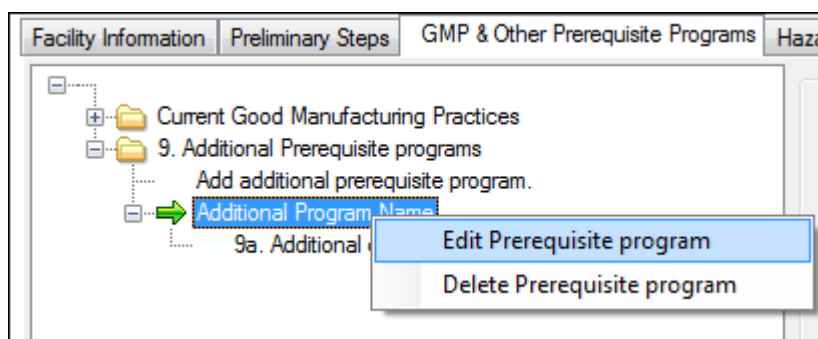
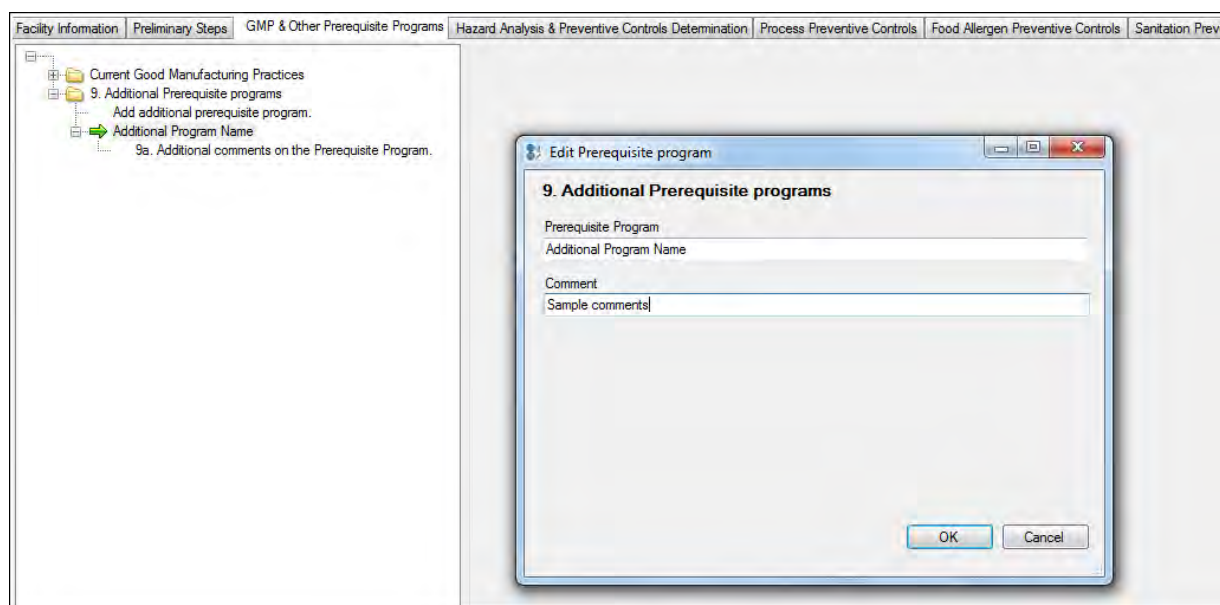

図33: 追加の前提条件プログラムを編集する
図34: 追加の前提条件プログラムの詳細の編集
- **Delete (削除)** — 追加した(あるいは既存の)追加前提条件プログラムを削除する(図33)には、前提条件プログラムを選択し、該当の前提条件プログラムフォルダを右クリックする。“Delete Prerequisite Program (前提条件プログラムを削除する)”を選択し、“OK”をクリックし、プログラムを削除する(図34)。